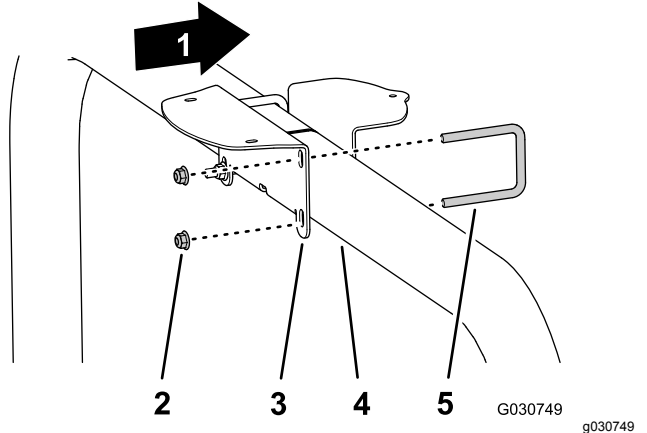

図 124
- WAASwide area augmentation system付きGNSSを搭載している機体では、Uボルト2本とフランジロックナット4個 $\frac{3}{8}$  inchを使用する 図 124。